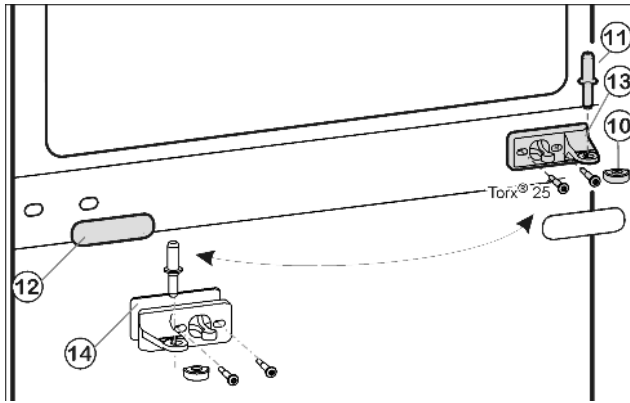
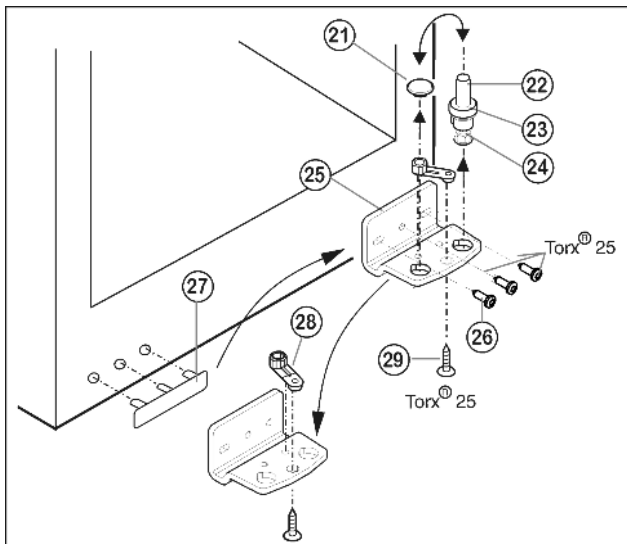

Fig. 7
Fig. 8
- ▶ Retirer le pivot central Fig. 7 (11) de sa charnière et de la porte inférieure.
- ▶ Retirer le capuchon en plastique Fig. 7 (10).
- ▶ Dévisser le support d'appui du milieu Fig. 7 (13) (2 Torx® 25).
- ▶ Retirer avec précaution le panneau-cache Fig. 7 (12).
- ▶ Visser le support d'appui du milieu Fig. 7 (13) avec le support pivoté Fig. 7 (14) de 180° sur le nouveau côté charnière (avec 4 Nm).
- ▶ Encliqueter de nouveau le panneau-cache Fig. 7 (12) tourné de 180° sur le nouveau côté poignée.
- ▶ Dévisser le pivot Fig. 8 (22) complètement avec le disque Fig. 8 (23) et le pied réglable Fig. 8 (24) vers le haut.
- ▶ Enlever le bouchon Fig. 8 (21).
- ▶ Dévisser Fig. 8 (26) le support d'appui Fig. 8 (25).
- ▶ Dévisser l'élément pivotant Fig. 8 (28) et le permuter dans le trou opposé du support d'appui.
- ▶ Soulever le cache côté poignée Fig. 8 (27) avec précaution et le positionner sur le côté opposé.
- ▶ Revisser à fond le support d'appui Fig. 8 (25) sur le nouveau côté charnière en utilisant une visseuse sans fil si nécessaire, avec un couple de serrage de 4 Nm.
- ▶ Replacer le bouchon Fig. 8 (21) dans l'autre trou.
- ▶ Replacer le pivot Fig. 8 (22) complètement avec le disque et le pied réglable. Faire attention à ce que les ergots d'encliquetage soient tournés vers l'arrière.
- ▶ Placer la porte supérieure par le haut sur le pivot inférieur Fig. 8 (22).
- ▶ Remettre le capuchon en plastique Fig. 7 (10) sur le support d'appui central Fig. 7 (13).
- ▶ Placer le pivot du milieu Fig. 7 (11) sur le nouveau côté charnière à travers le support d'appui central Fig. 7 (13) dans la porte inférieure.
- ▶ Placer la porte supérieure sur le pivot du milieu Fig. 7 (11).
- ▶ Aligner éventuellement les portes à la carrosserie grâce aux deux trous longitudinaux dans le support d'appui inférieur Fig. 8 (25) et le support d'appui central Fig. 7 (13). Pour cela, dévisser la vis centrale du support d'appui inférieur Fig. 8 (25).